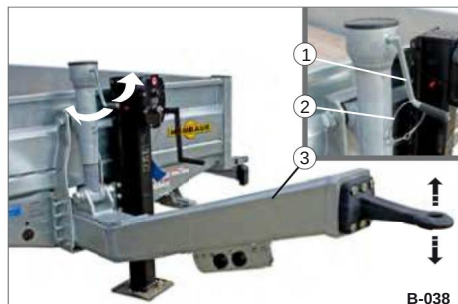

Fig. 37 Højdejustering af trækstangen
• Afbryd sikkerhedslinen (fig. 37/2).
• Drej håndsvinget (fig. 37/1) højre eller venstre, og indstil højden på trækstangen (Fig. 37/3) på boltkoblingen (Fig. 40/2) på traktoren.
• Juster krumtapet (fig. 37/1) nedadgående.
• Klem sikkerhedslinen fast (fig. 37/2).